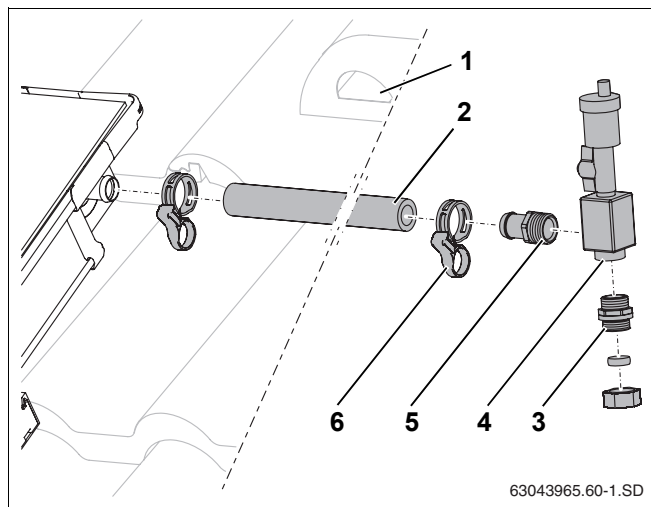

Fig. 56 Montarea furtunului solar la racordul de tur
- Furtunul solar lung (1000 mm, Fig. 56, **Poz. 2**) se împinge pe racordul de tur al câmpului de colectori și se fixează cu colierul arc.
- Se dirijează furtunul solar împreună cu cablul senzorului prin țigla de aerisire (Fig. 56, **Poz. 1**) și prin izolația acoperișului.
- Se înșurubează capătul furtunului R^{3/4} cu O-Ring (Fig. 56, **Poz. 5**) și niplul dublu cu O-Ring (Fig. 56, **Poz. 3**) de recipientul de aer (Fig. 56, **Poz. 4**).
- Se introduce capătul furtunului până la opritor în furtunul solar (Fig. 56, **Poz. 6**) și se fixează cu colierul arc.
- Racordarea conductelor colectoare la îmbinarea prin cleme (Fig. 56, **Poz. 3**).